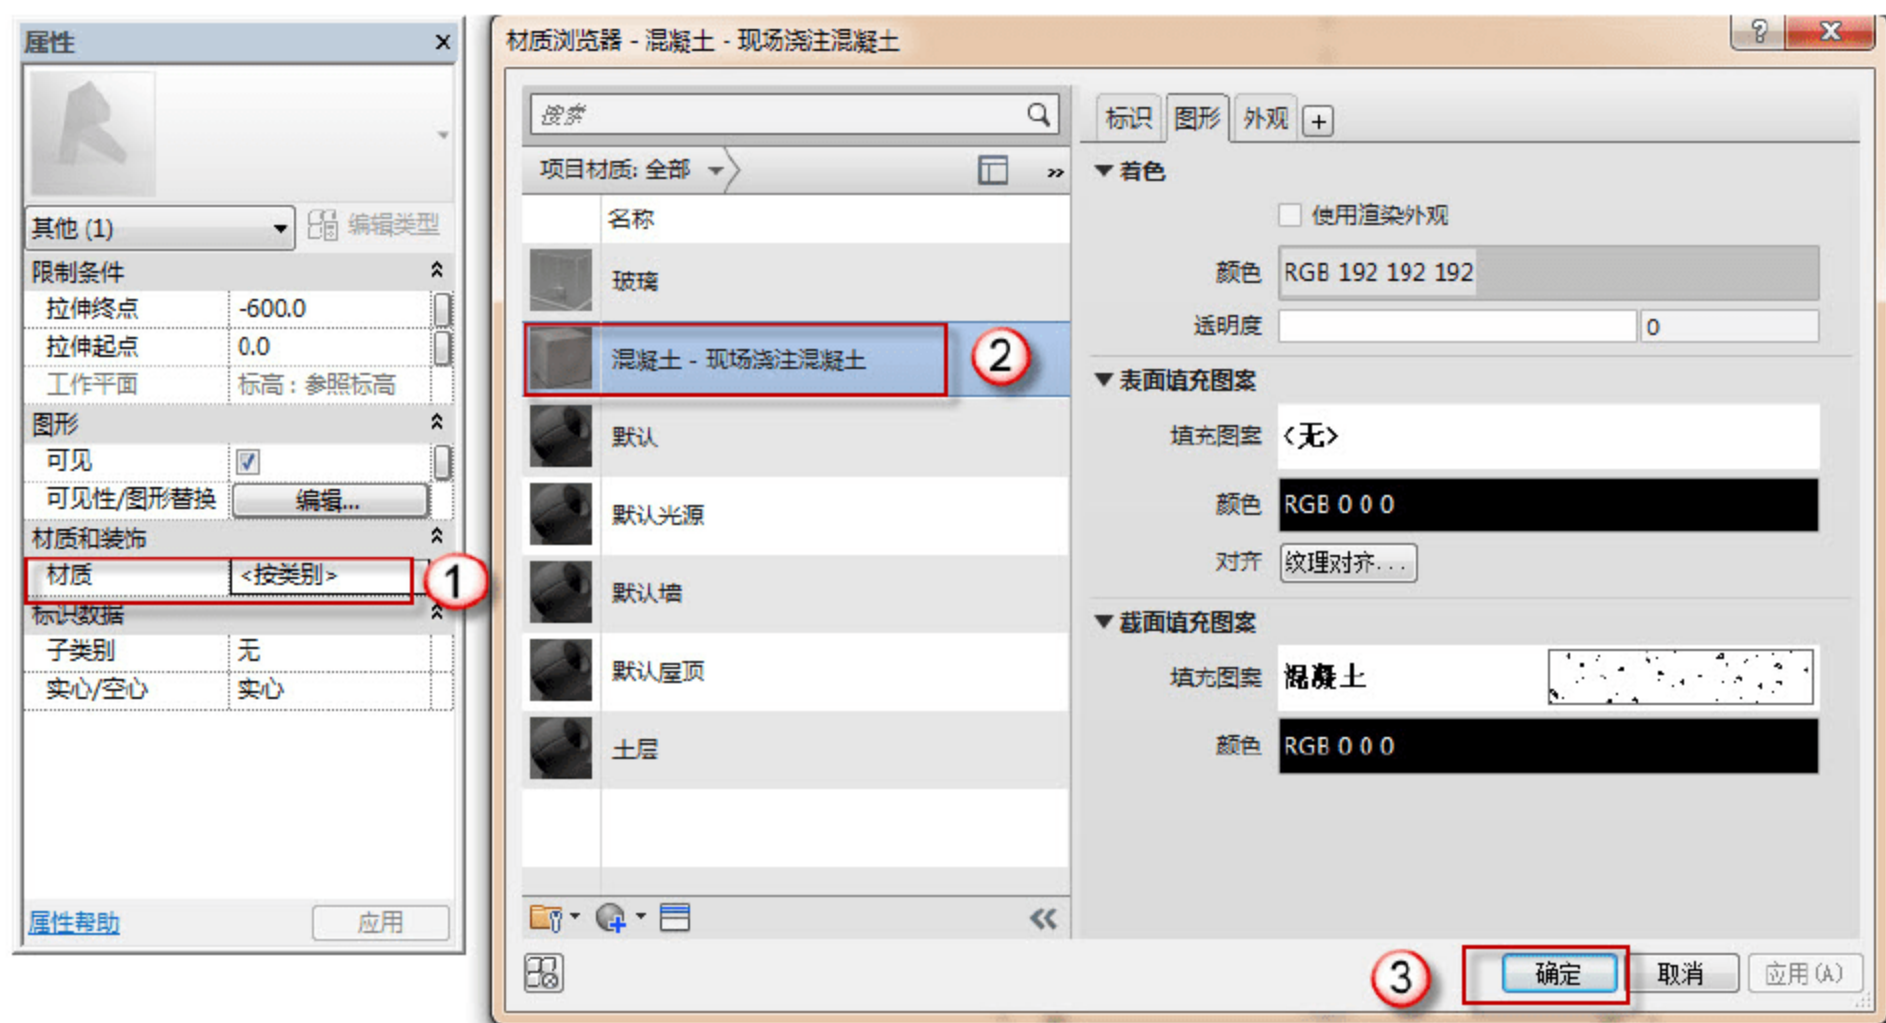

图 2.1.21 添加材质
(7) 添加材质。选择“立面”→“前”命令，承台和垫层同在立面视图中。选择“承台”，在“属性”面板中单击“材质”按钮，在弹出的“材质浏览器”对话框中，依次单击“混凝土-现场浇注混凝土”→“确定”按钮，如图 2.1.21 所示。同样选择“垫层”，在“属